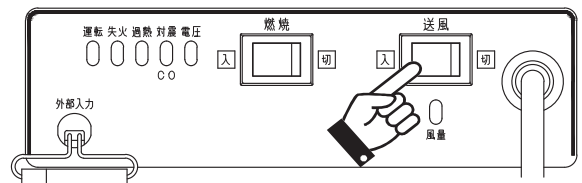

図4-3 送風操作
1. 送風スイッチを「入」にしてください（図4-3参照）。送風だけの運転ができます。